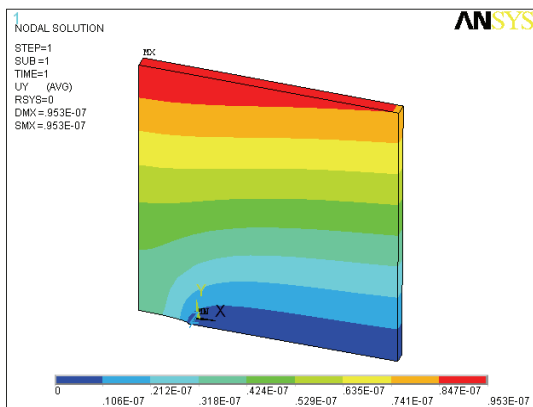

图 8-46 Y 方向位移等值线图
2) 选择 Main Menu | General Postproc | Plot Results | Contour Plot | Nodal Solu 命令, 出现 Contour Nodal Solution Data 对话框, 选择 Nodal Solution | DOF Solution | Y-Component of displacement, 单击 OK 按钮, ANSYS 窗口将显示如图 8-46 所示的 Y 方向位移等值线图。